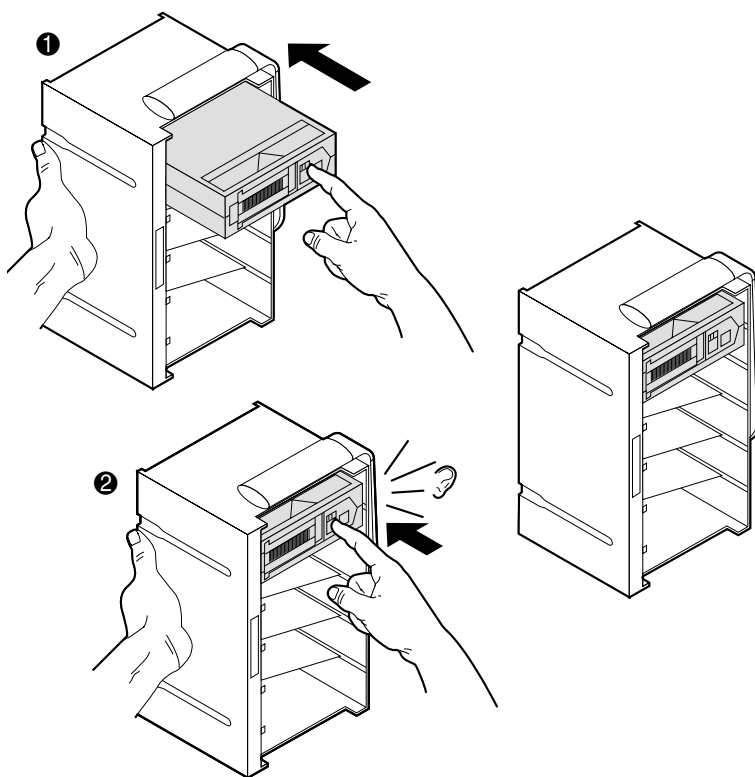
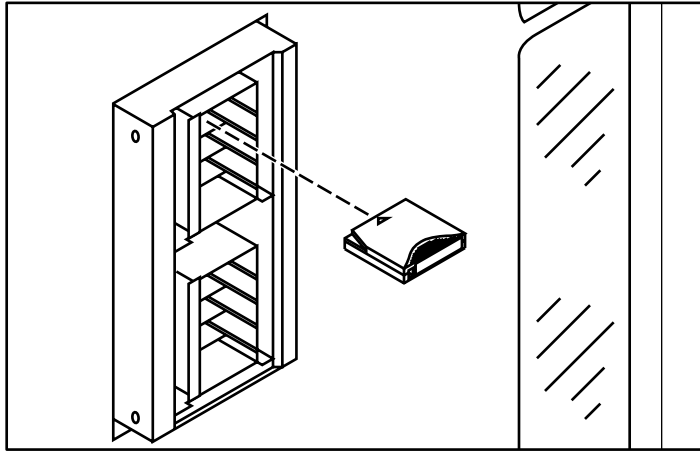

図2-14: テープカートリッジの取り付け(6カートリッジマガジン)
図2-18: テープカートリッジの挿入(4カートリッジマガジン)
4. ロードポートドアが開いた状態で、テープカートリッジを、使用できるロードポートのマガジンスロットに入れます。図2-14～図2-18を参照してください。
1. テープカートリッジをロードパックに挿入します(①図2-14)。
2. カチッと音がして所定の位置に収まるまで、テープカートリッジを押し込みます(②図2-14)。
4カートリッジ マガジンは、ロード ポートに備え付け済です。バーコード面が見えるように、カートリッジをピンに取り付けてください(図2-18を参照)。